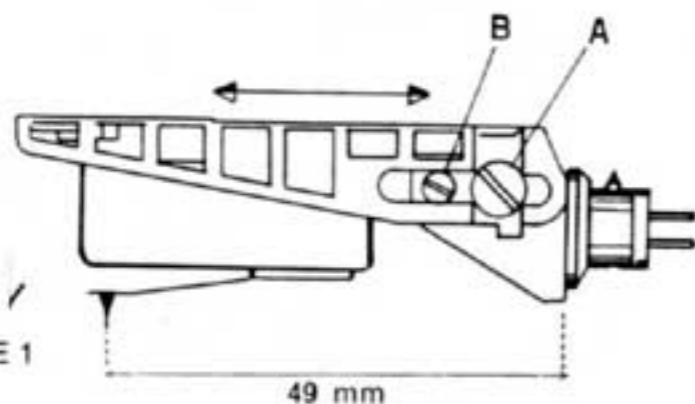

FIGURE 1
La nouvelle tête amovible TP-50 permet le réglage **successif** de l'angle de lecture vertical et de la longueur du bras lecteur pour assurer une lecture optimum des disques (Fig. 1).
- Desserrer légèrement les deux vis **A** de chaque côté de la tête amovible et la petite vis **B** (voir Fig. 1).
Der neue, patentierte Tonkopf TP-50 ermöglicht zuerst die Einstellung des vertikalen Abtastwinkels und anschliessend die Längenverstellung des Tonarmes, damit eine optimale Abtastung der Schallplatten erreicht wird (Fig. 1).
- Loosen slightly the two screws **A** on both sides of the shell and small screw **B** (see Fig. 1).
Cette distance est optimum (210 mm) lorsque la pointe de lecture se trouve à 49 mm de la surface arrière verticale de la tête amovible (voir Fig. 1). (Dépassement de 20 mm par rapport à l'axe du plateau tourne-disques.)
Dieser Abstand ist optimal (210 mm), wenn sich die Abtastspitze 49 mm von der äusseren Fläche der Rückseite des Tonabnehmerkopfes entfernt befindet (siehe Abb. 1).
The optimum lateral length (Stylus tip to arm pivot) of 210 mm is obtained when the stylus tip is at a distance of 49 mm (1 15/16") from the rear vertical surface of the plug-in shell (Overhang of 20 mm or 3/4"). (See Fig. 1.)